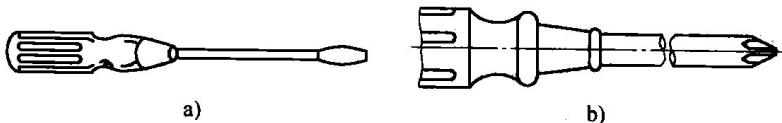

图 1-2 螺钉旋具
(2) 螺钉旋具 旋具是用来拧紧或拧松头部有凹槽的螺栓(钉)的一种常用工具，如图 1-2 所示。